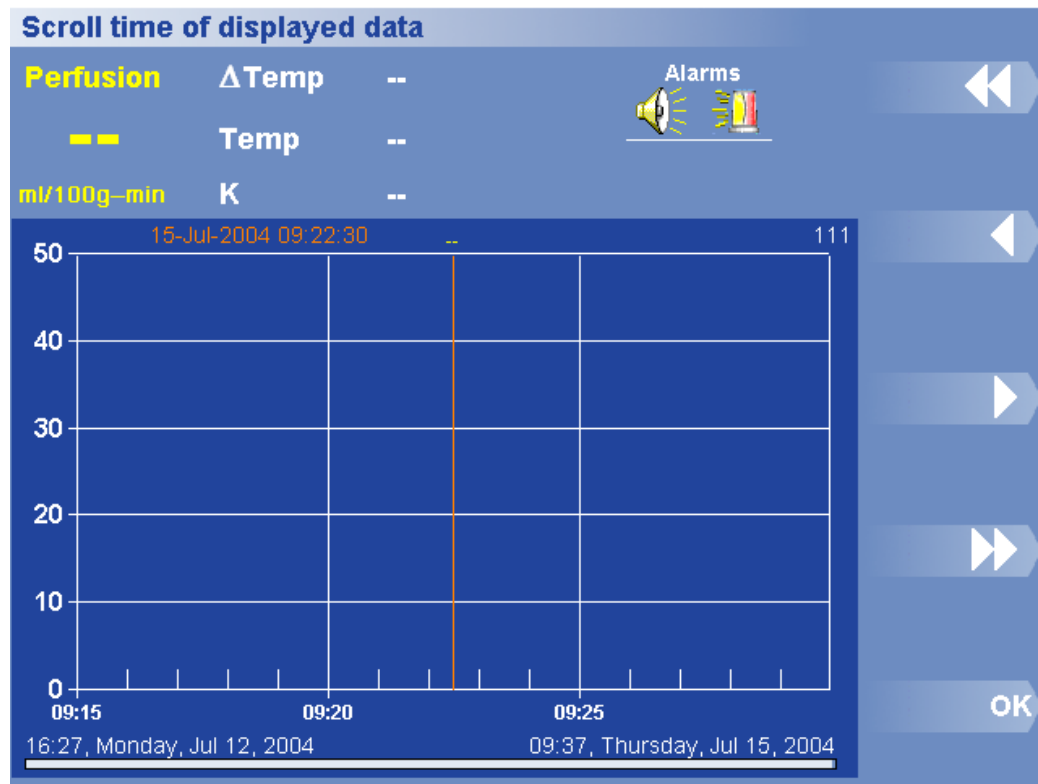

Figure 34. Défilement du temps
1. Cliquez sur Options > View Data > Scroll Time (Options > Afficher des données > Faire défiler le temps). L'écran Faire défiler le temps apparaît (figure 34).